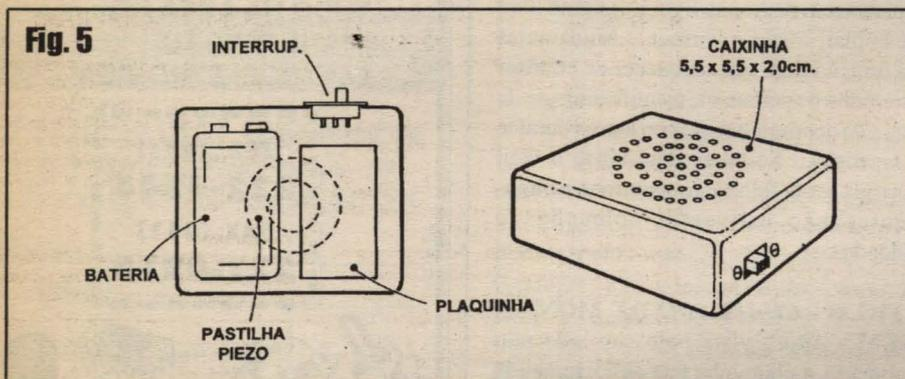

Fig. 5
- FIG. 5 - AGASALHANDO, AJUSTANDO E USANDO O NORP... - Usando um *container* plástico nas dimensões e formato sugeridos no item **OPCIONAIS/ DIVERSOS** da **LISTA DE PEÇAS**, o caro leitor/hobbysta poderá basear-se no diagrama, para obter uma acomodação e acabamento ideais para o dispositivo: bateria e plaquinha podem ficar lado a lado no interior da caixinha, nela fixadas por pedaços de fita adesiva *double-face*; o pequeno interruptor poderá ficar numa das laterais do *container*, fixado por pequenos parafusos/porcas em furações estrategicamente localizadas e feitas. Quanto à cápsula piezo, se for do tipo indicado (*pastilha*) poderá ser simplesmente colada à parte interna da tampa da caixinha, confrontando com uma série de pequenos furinhos previamente feitos na dita tampa, para liberar o som gerado... Também é possível apenas *pressionar* a *pastilha* piezo contra a superfície interna da tampa da caixa,